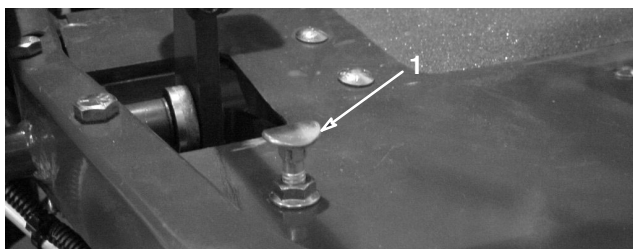

Bild 52
Stellen Sie den Funktionsschalthebel in die Transportstellung und drücken Sie das Gaspedal nach unten, um die maximale Transportgeschwindigkeit zu erreichen. Wenn das Pedal den Anschlag erreicht (Bild 52), bevor das Kabel gespannt ist, müssen Sie die Einstellung ändern:
1. Stellen Sie den Funktionsschalthebel in die Transportstellung und lösen Sie die Sicherungsmutter, mit der der Pedalanschlag an der Grundplatte befestigt ist (Bild 52).